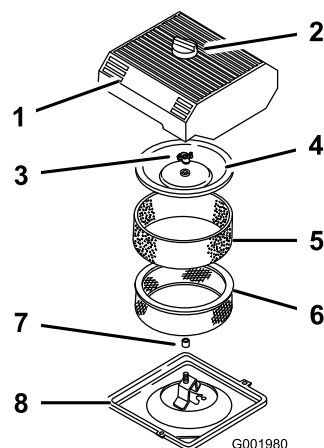

Figure 40
3. Nettoyez la surface autour du filtre à air pour éviter que des impuretés n'endommagent le moteur en tombant à l'intérieur (Figure 40).
4. Desserrez le bouton sur le couvercle du filtre à air et déposez le couvercle (Figure 40).
5. Sortez délicatement l'élément en mousse de l'élément en papier (Figure 40).
6. Dévissez l'écrou du couvercle et retirez le couvercle et l'élément en papier (Figure 40).
1. Glissez délicatement l'élément en mousse sur l'élément en papier (Figure 40).
3. Vissez l'écrou à la main contre le couvercle (Figure 40).
4. Posez le couvercle du filtre à air et le bouton (Figure 40).